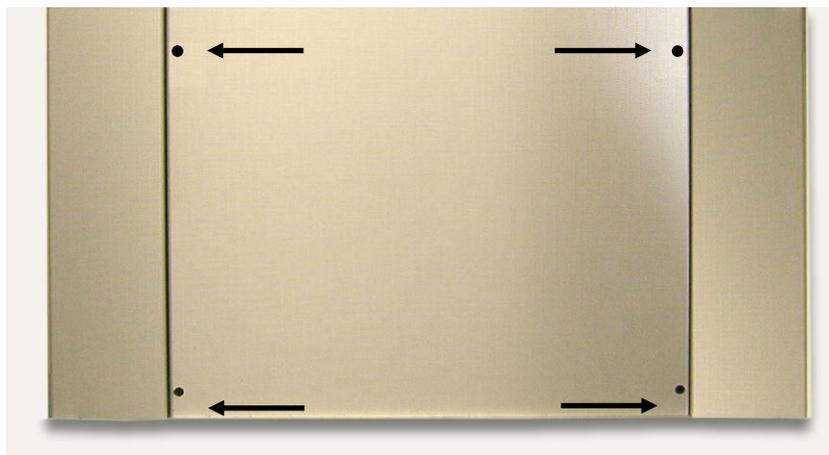
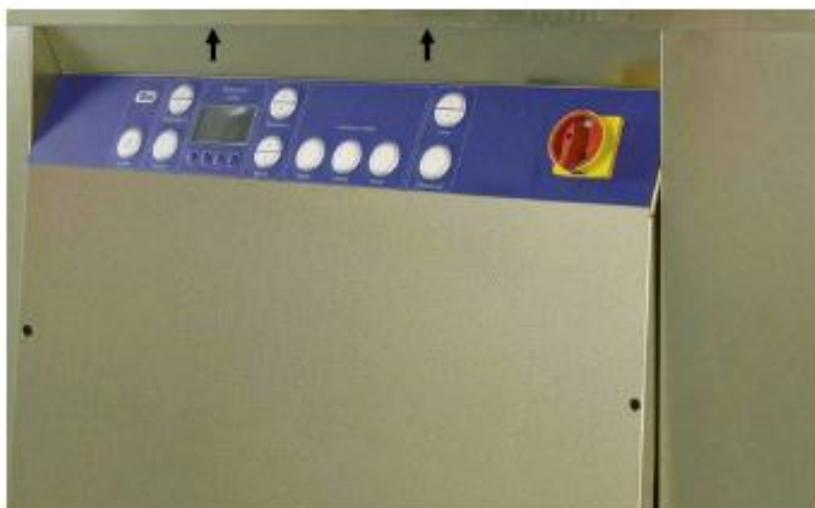

Рисунок 7.8.1. Расположение 4 винтов на передней панели
Рисунок 7.8.2 Передняя панель подвешена к единице под верхним краем ванны
1. Отверните 4 винта с внутренним шестигранником в головке (см. рис. 7.8.1.). После этого электронный модуль подвешен только возле верхнего края ванны (см. рис. 7.8.2.).